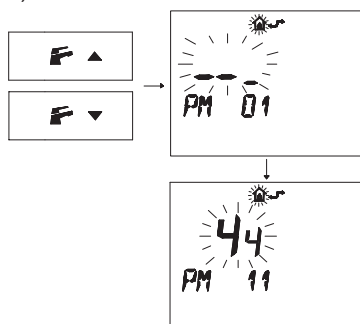

Figura 5.43
- Premere i pulsanti F (👉) o F (👈) per visualizzare la programmazione "PM11" della postcircolazione pompa (Figura 5.43).